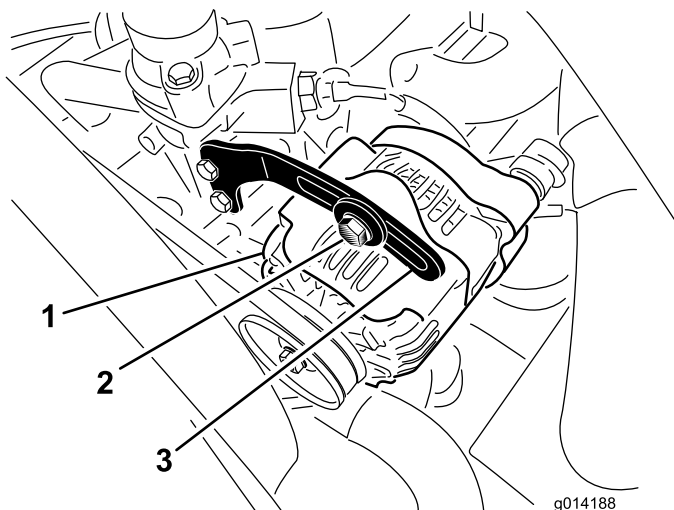

Figura 38
2. Controllate la tensione della cinghia dell'alternatore premendola (Figura 38) al centro tra l'alternatore e le pulegge dell'albero a gomito con una forza di 10 kg.
3. Allentate il bullone che fissa il supporto all'alternatore (Figura 38) e il bullone di rotazione dell'alternatore.